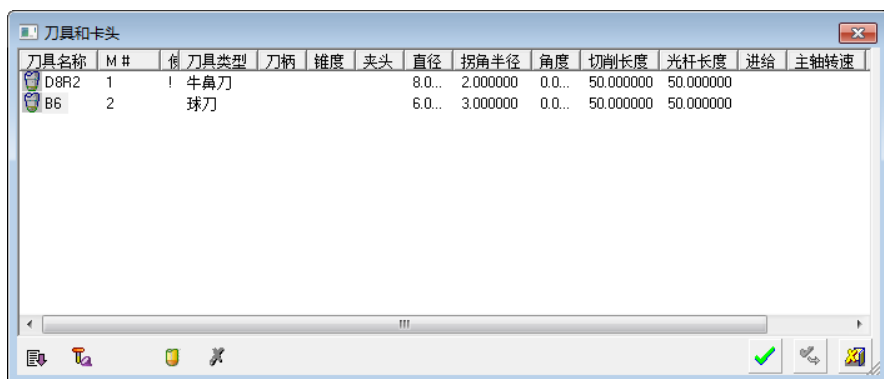

图 5-169 “刀具和卡头”对话框(5)
2) 选择刀具。单击“刀具和夹头”按钮，弹出“刀具和卡头”对话框(5)，选择B6球刀，如图5-169所示。